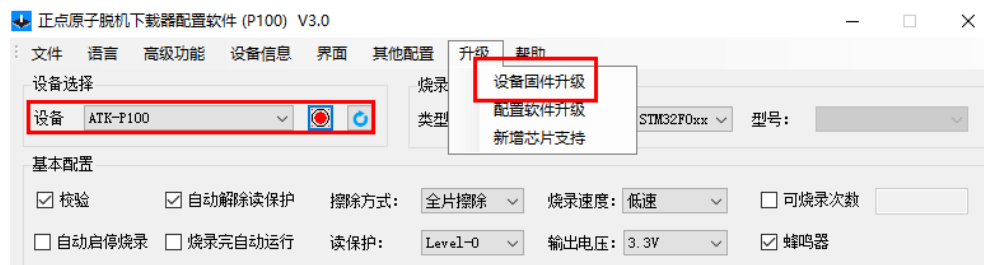

图 5-2 利用上位机升级设备固件
2、此时，在上位机能正确识别出脱机下载器后，点击“升级-> 设备固件升级”，如图 5-2 所示。